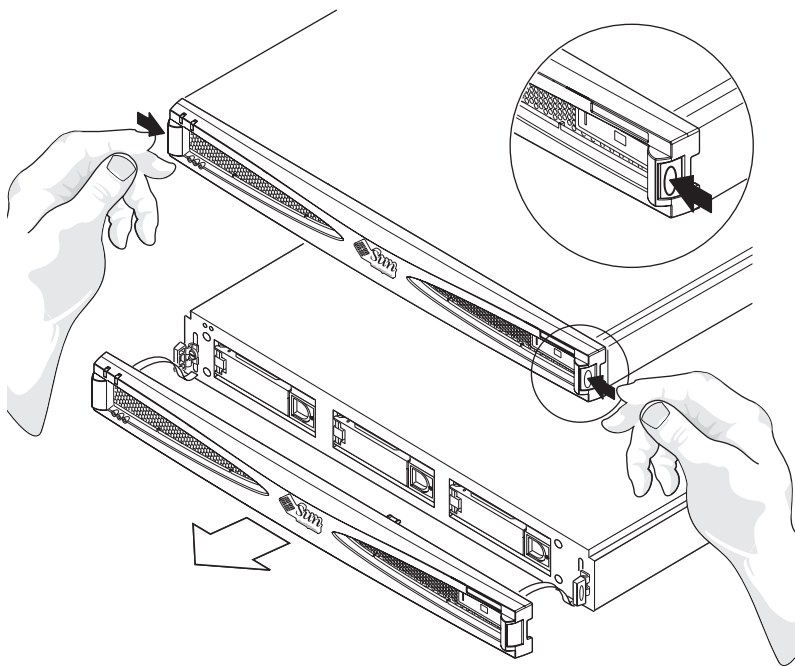

BILD 5-7 Ta bort frontinfattningen
1. Ta loss frontinsättningen genom att trycka på hakarna på båda sidor och dra bort infattningen från lådan (se BILD 5-7).